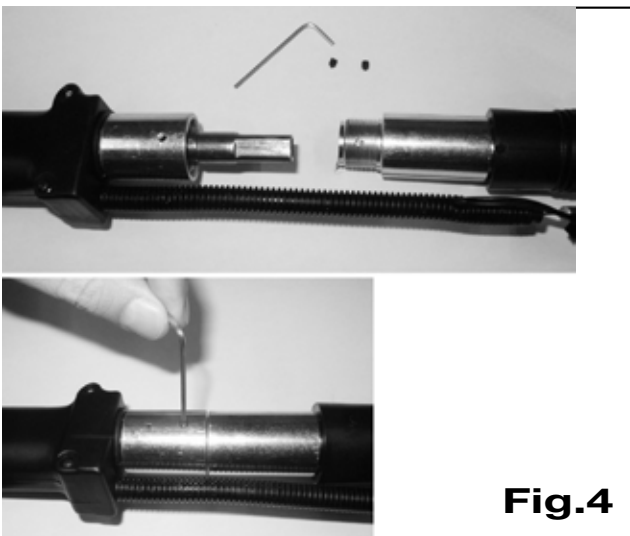

Fig.4
**Barra-transmisión flexible (Fig. 4):** conecte las dos extremidades de la barra y de la transmisión flexible entre sí, enroscando el casquillo de la barra rígida en el manguito roscado de la barra flexible, bloqueándolo con los pernos roscados específicos.